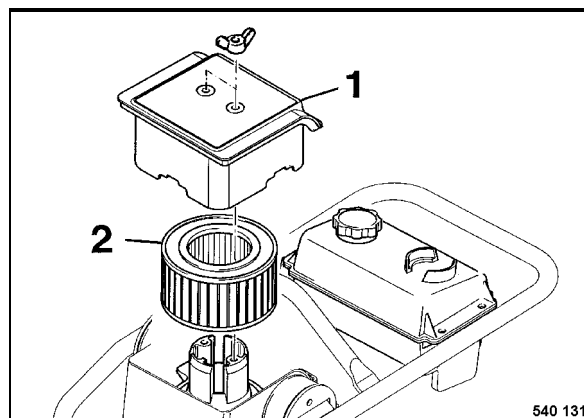

Fig. 39
- Desmontar la tapa 1 (Fig. 39), extraer el cartucho filtrante (2) con mucho cuidado.